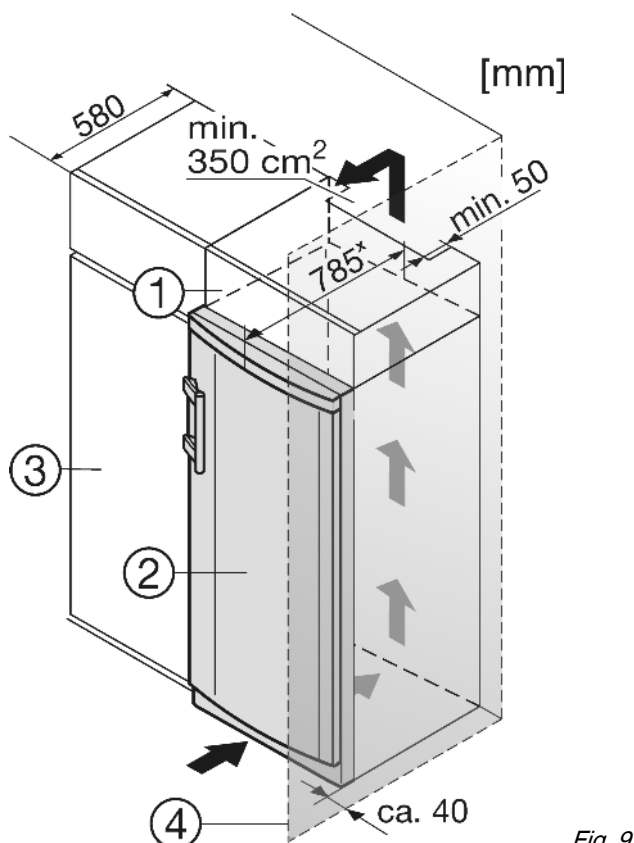

Fig. 9
Si l'appareil est installé avec les charnières à côté d'un mur Fig. 9 (4), la distance entre l'appareil et le mur doit être de 40 mm min. Ceci correspond à la saillie de la poignée lorsque la porte est ouverte.